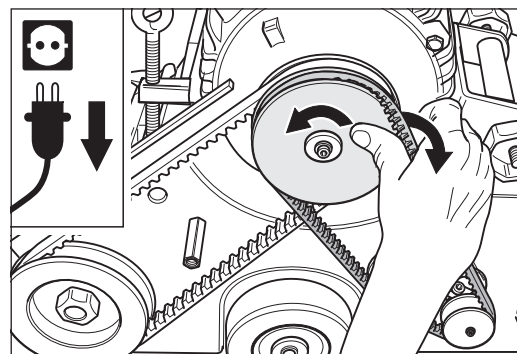

Abb. 90 Den Keilriemen für den Ventilator abnehmen.
- 8 Drehen Sie die Motorriemenscheibe und lassen Sie gleichzeitig den Keilriemen für den Ventilator von der Motorriemenscheibe laufen (Abb. 90).